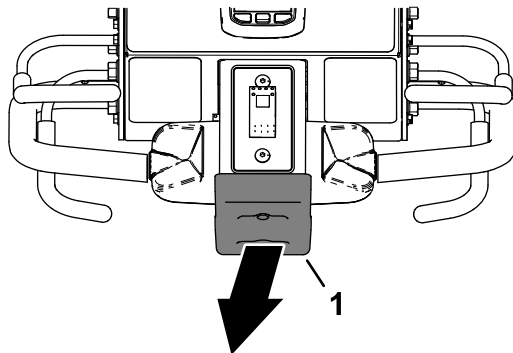

Figure 99
2. Éloignez-vous du contacteur de butée (Figure 99).